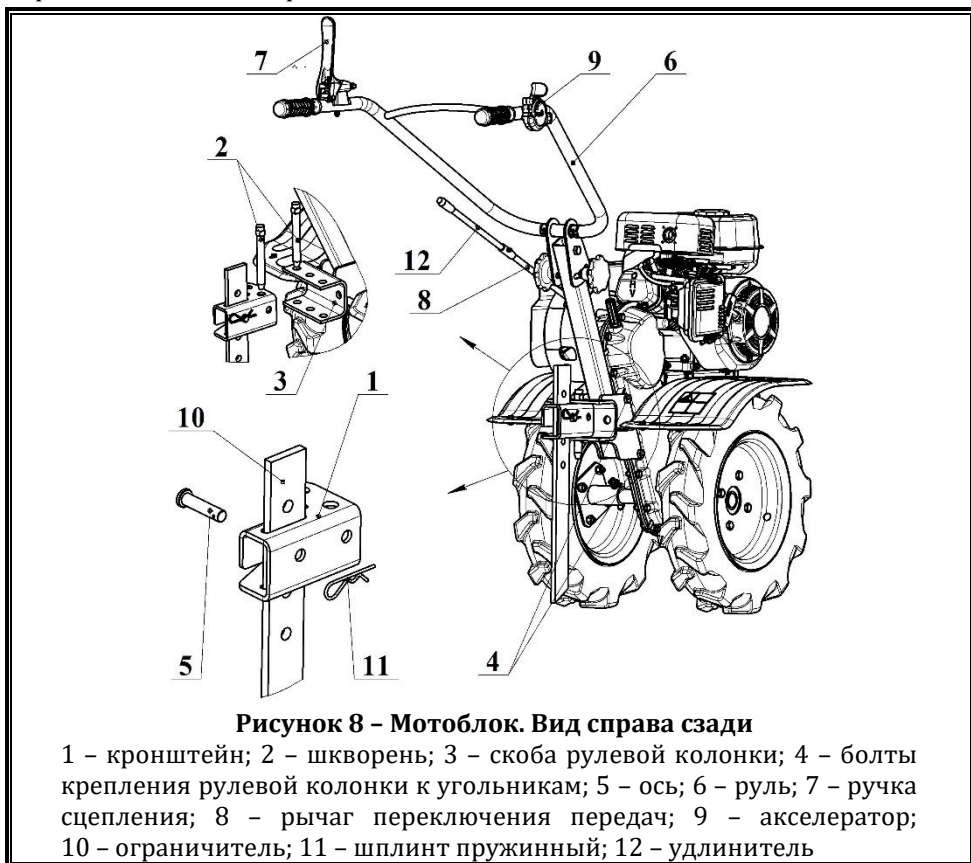

Рисунок 8 – Мотоблок. Вид справа сзади
Рулевая колонка крепится к угольникам двумя болтами **4** (рисунок 8).
Штырь **6** (рисунок 1) установите в горизонтальное положение и зафиксируйте крепежом. При упаковке штырь опускается вниз, а крепеж устанавливается на место крепления штыря. Установите крылья **3** на мотоблок, прикрепив их к кронштейнам. Установите ручку сцепления **7** (рисунок 8) и акселератор **9** на руль мотоблока.
6.1.4 Установите удлинитель **12** (рисунок 8) на рычаг переключения передач **8** и закрепите болтом М4-6gx25.58.016 ГОСТ 7805-70 и гайкой самоконтрящейся М4 DIN 985 из комплекта поставки мотоблока.
6.1.6 Установите ограничитель **10** (рисунок 8) на нужную глубину обработки почвы и закрепите ось **5** и шплинтом **11**.
6.2.2 Убедитесь, что рядом с мотоблоком и вблизи его вращающихся частей и рабочих органов навесных агрегатов нет посторонних лиц. Установите рычаг переключения передач **8** (рисунок 8) в положение «Н» (нейтраль).
6.2.7 Для переключения передачи остановите мотоблок, отпустив ручку сцепления **7** (рисунок 8), переключите передачу рычагом **8** с небольшим усилием.